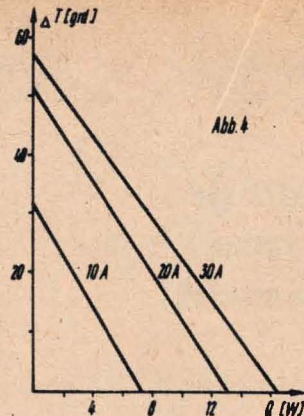

Abb. 4
Die erreichbare Kälteleistung Q (W) und Temperaturdifferenz ΔT (grd) einer derartigen Batterie ist auf Abb. 4 dargestellt. Die zugehörigen Spannungen betragen je nach Temperaturdifferenz $0,6 \dots 1,4 \text{ V}$. Im Bereich der maximalen Stromstärke lassen sich bei einer Wassertemperatur von $+18^\circ\text{C}$ im Wärmetauscher und einer Zimmertemperatur von $+20^\circ\text{C}$ auf der kalten Seite der Peltierbatterie in einem Aluminiumgefäß ohne jede Wärmeisolation 5 g Wasser in etwa 12 min zu Eis gefrieren. Natürlich ist es auch möglich, größere Batterien mit einer größeren Spannung und Kälteleistung herzustellen.
Für den Fall, daß die zu einem guten Wirkungsgrad nötige Fläche nicht in einem einzigen Propeller unterzubringen ist, kann man auch deren zwei hintereinander anordnen (s. Abb. 4). Das bringt sogar gleich noch folgenden weiteren Vorteil: Die beiden fest eingebauten Entweller versteifen den Schiffsverband erheblich, sparen somit Baugewicht und können als nicht mehr zum Propeller, sondern zum Schiffskörper gehörig angesehen werden. Die innige Verbindung von Körper und Antrieb beginnt sich hier bereits günstig auszuwirken.